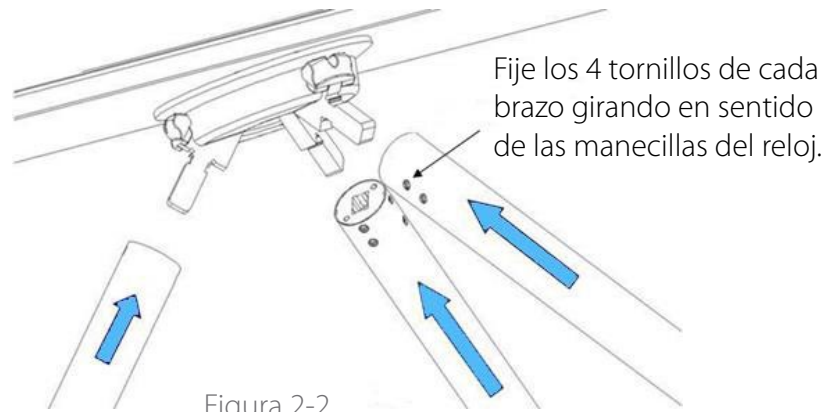

Figura 2-2
1. Abra el pegamento y aplíquelo en las aberturas cuadradas de los brazos, así como los cuatro tornillos, como se muestra en la figura 2-2. (Esto previene que los tornillos se aflojen debido a la vibración por el tiempo de uso.)
2. Inserte los brazos en los puntos de conexión y use la llave hexagonal para fijar los 4 tornillos de cada brazo justo como se muestra en la figura 2-2.